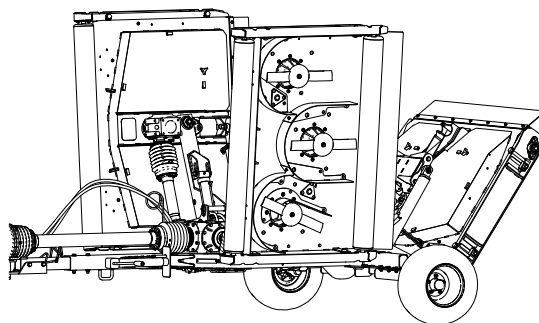

Bild 69
2. Heben Sie die Mähwerke an und verriegeln Sie diese, stellen Sie den Motor ab und ziehen Sie den Zündschlüssel ab (Bild 69).